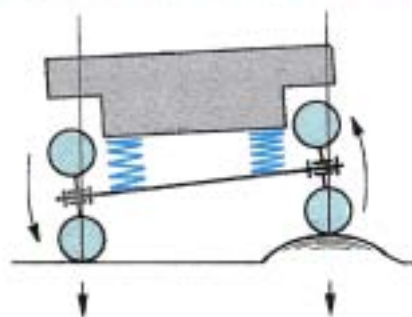

Figure 13.6 • Comportement d'un essieu rigide au passage d'un obstacle :
- incidence du mouvement d'une roue sur l'autre (**effet gyroscopique**, figure 13.6), lorsqu'une des deux roues rencontre un obstacle (perte de trajectoire).